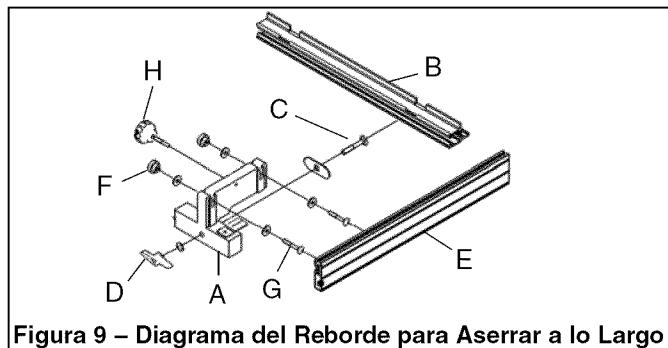

Figura 9 – Diagrama del Reborde para Aserrar a lo Largo
- Para ensamblar el reborde para aserrar a lo largo, instale el portador del reborde (A) en el riel de guía (B) usando el perno de carroaje M8x50 (C) y la tuerca de mariposa (D).
- Instale el reborde (E) en el portador del reborde con las dos tuercas moleteadas (F) y los dos pernos de carroaje M6x40 (G) y use la manilla de ajuste del reborde (H) para ajustarlo y para fijarlo en posición (véase la Figura 9).